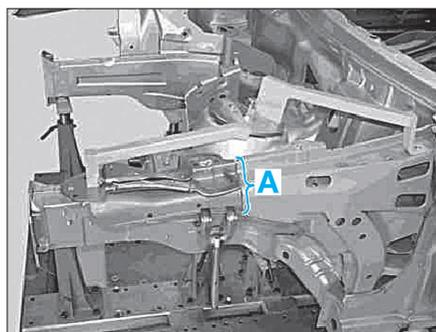

FIG. 7
- Fraiser les points de soudure dans les zones (B) et (C).
- Tracer la ligne de découpe (zone A) (Fig.7).